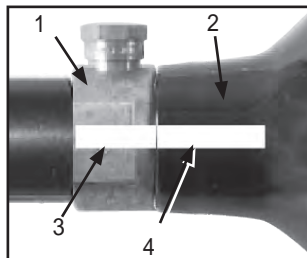

Figura 4: Cilindro y válvula marcas
**La válvula de bronce o níquel (Figura 4, #1) ha sido fabricada para estar unida al cilindro de aire o de CO2 (2).**
**Un cilindro de aire o de CO2 puede dispararse con tal fuerza que puede causar lesiones permanentes o la muerte si se separa el cilindro (2) de la válvula (1).**
Referirse a la Figura 4. Han habido reportes de incidentes causados por jugadores que sin conocimiento desatornillan el cilindro (2) de la válvula (1).
4. Mire las marcas en el cilindro y en la válvula (como se observa en la figura 4 en la página 7) cuando de vuelta al cilindro  $\frac{3}{4}$  de vuelta aproximadamente en sentido contrario a las agujas del reloj.